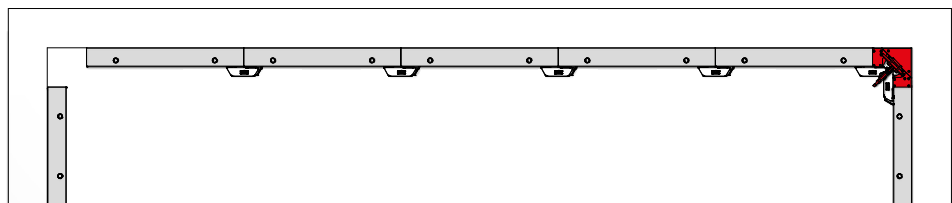

Abb. 57.3
3. M-Ausschalecke nach oben weg ziehen und Elemente ausschalen (Abb. 57.3).